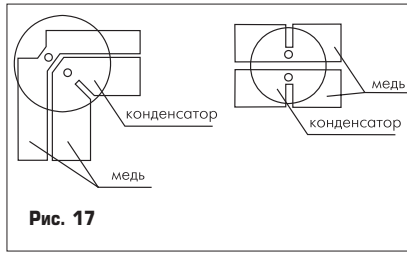

Рис. 17
3. Около выводов всех конденсаторов необходимо делать сужение токоведущего проводника (рис. 17). Особенно это касается электролитов и конденсаторов высокочастотного выходного фильтра. (Рекомендации направлены на снижение уровня ЭМП и улучшение ЭМС.)